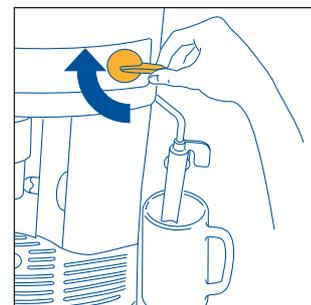
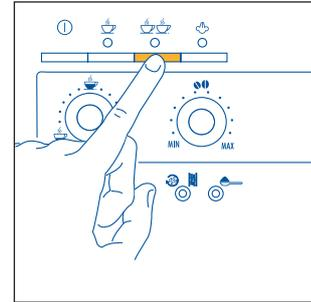
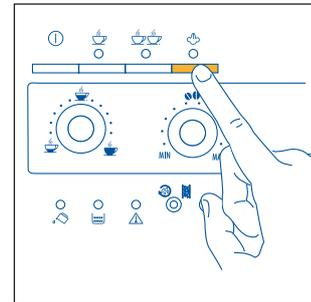
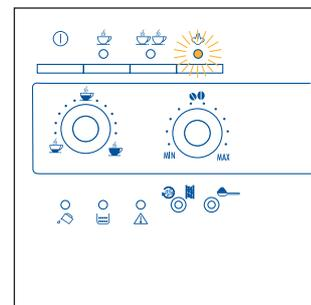

Abb.6
Abb. 13
Abb.21
Abb.22
4. Nach wenigen Sekunden tritt aus dem Milchaufschäumer Wasser heraus. Wenn die Tasse mit etwa 30cc gefüllt ist, den Dampfdruckknopf nach rechts bis zum Anschlag drehen (Abb. 6), um den Wasseraustritt zu unterbrechen.
- 5) Zur Zubereitung eines Kaffees die Taste  (Abb. 12) drücken. Zur Zubereitung von 2 Kaffees die Taste  drücken (Abb. 13). Nun beginnt die Kaffeemaschine, die Kaffeebohnen zu mahlen, es erfolgt ein kurzes Vorbrühen und schließlich die Kaffeeausgabe in die Tasse. Sobald die voreingestellte Kaffeemenge ausgegeben worden ist, unterbricht die Kaffeemaschine automatisch die Ausgabe und wirft den Kaffeesatz in den Kaffeesatzbehälter.
HINWEIS 4: Während der Kaffeezubereitung kann die Kaffeeausgabe jederzeit abgebrochen werden, indem Sie die vorab angewählte Taste  (Abb. 12) oder  (Abb. 13) drücken.
HINWEIS 5: Wenn Sie nach abgeschlossener Kaffeeausgabe mehr Kaffee in der Tasse haben möchten, einfach die vorab gewählte Taste  (Abb. 12) oder  (Abb. 13) gedrückt halten, bis die gewünschte Menge erreicht wird (dieser Vorgang muss innerhalb von 3 Sekunden nach abgeschlossener Kaffeeausgabe durchgeführt werden).
- Zur Unterbrechung der Heißwasserabgabe, den Drehknopf nach rechts bis zum Anschlag drehen (Abb. 6), und den Milchaufschäumer wieder auf seine Ausgangsposition zur Mitte der Maschine hin drehen. (Es wird empfohlen, nicht länger als 2 Minuten Heißwasser zu beziehen).
- Dann die Dampftaste drücken (Abb. 21). Die Kontrollanzeige ☺ (Abb. 22) beginnt zu blinken, was bedeutet, dass die Kaffeemaschine sich aufheizt.
- Sobald die gewünschte Temperatur erreicht wird, die Dampfabgabe durch Drehen des Dampfdrehknopfs nach rechts bis zum Anschlag unterbrechen (Abb. 6), und zur Deaktivierung der Funktion „Dampf“, die Dampftaste ☺ drücken (Abb. 21).
HINWEIS 1: Wenn Sie sofort nach der Cappuccino-Zubereitung und nach dem Drücken der Dampftaste (Abb. 21) erfolgten Deaktivierung der Funktion „Dampf“, für einen erneuten Kaffeebezug die Taste ☺ (Abb. 12) oder ☺☺ (Abb. 13) drücken, hat die Kaffeemaschine noch eine zu hohe Temperatur, um einen Kaffee zuzubereiten (die grünen Kontrollanzeigen ☺ und ☺☺ blinken auf, um anzuzeigen, dass die Temperatur für eine neue Kaffeezubereitung nicht geeignet ist): Daher müssen Sie vor einer erneuten Kaffeezubereitung etwa zehn Minuten warten, damit die Kaffeemaschine sich etwas abkühlt.